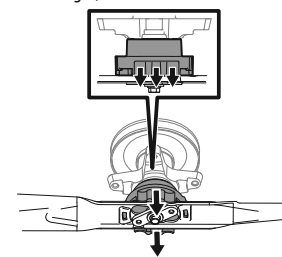

Figura 51
- Cuando la cuchilla esté correctamente trabajada en su lugar, se escuchará un clic. Consulte la Figura 51.